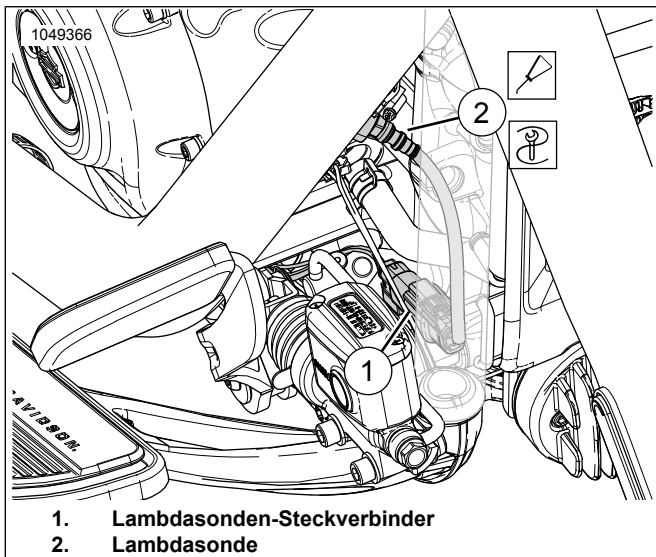

Abbildung 21. Vordere Lambdasonde
Siehe Abbildung 21. Den Steckverbinder der vorderen Lambdasonde (1) vom Hauptkabelbaum abziehen.